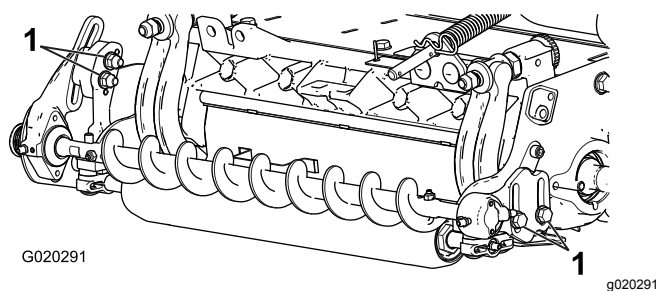

Figura 17
27. Desaperte os dois parafusos que fixam a caixa de rolamentos da escova do rolo ao suporte de montagem do mesmo (Figura 17).